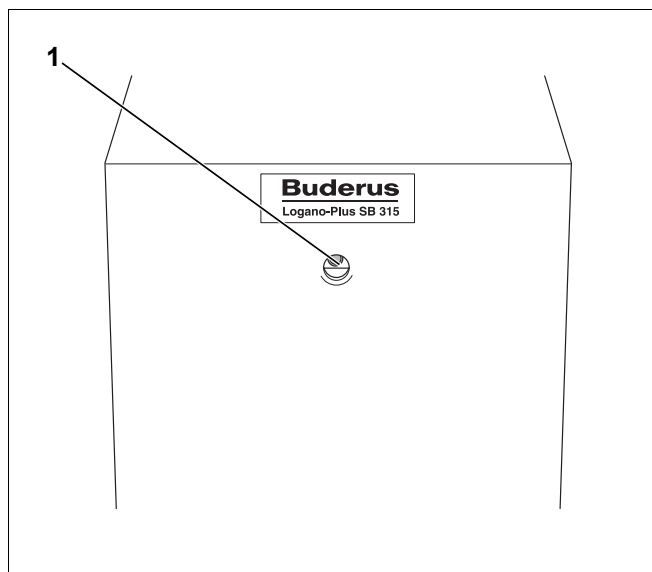

Рис. 3 Кнопка подавления помех со встроенной сигнальной лампочкой
- При возникновении неисправности горелки на Logano plus SB315 VM загорается сигнальная лампочка на горелке (рис. 3, поз. 1) и на системе управления, а также неисправность будет показана на дисплее системы управления.
- Нажмите кнопку подавления помех (рис. 3, поз. 1) на газовой горелке предварительного смешивания.